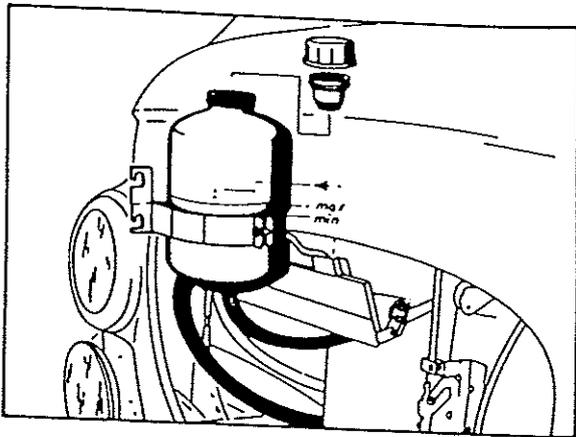

Bild 28
- Ausgleichbehälter mit Halterung in dafür vorgesehene Öse am Heizungskasten hineinstecken (Bild 28)